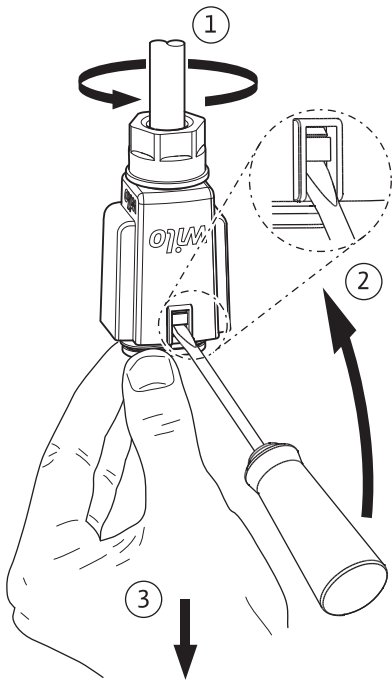

Fig. 6: A Wilo-csatlakozó leszerelése
- A Wilo-csatlakozót húzza le a szivattyúról és egy alkalmas csavarhúzóval szerelje szét (Fig. 6).